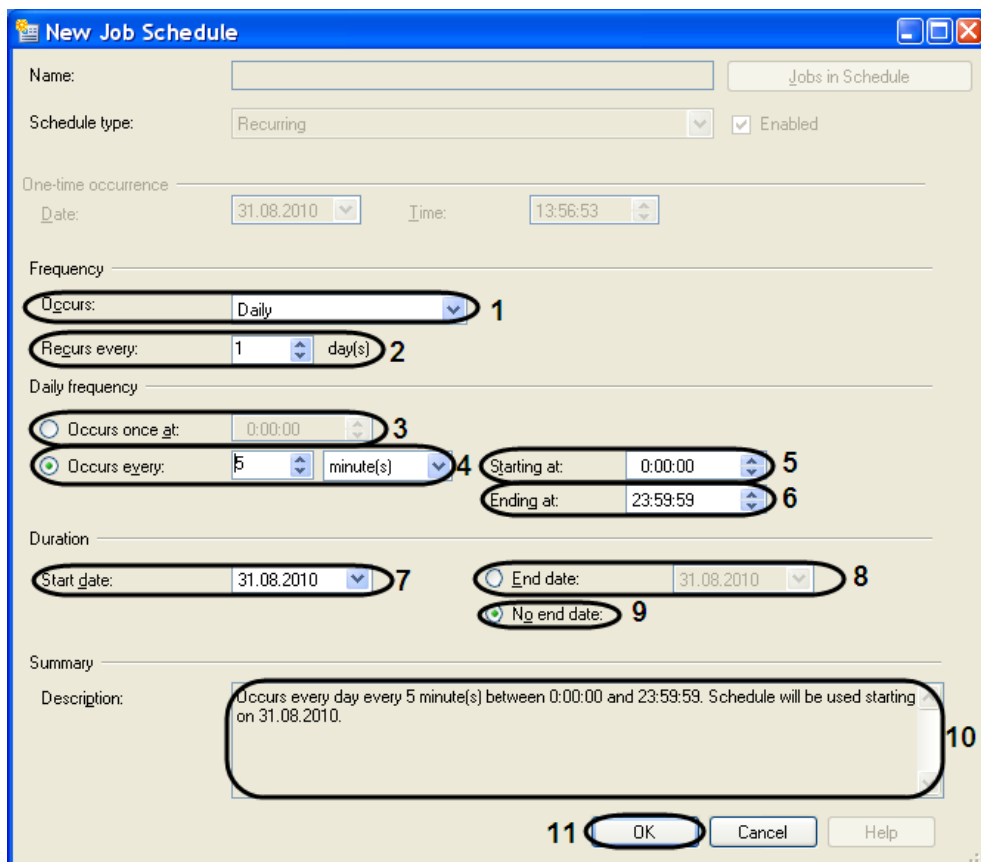

Рис. 11.3-20. Окно «New Job Schedule»
18.1. В результате выполнения данной операции будет открыто окно «New Job Schedule» (Рис. 11.3-20).
- 18.2. Выбрать значение частоты повторения расписания из раскрывающегося списка «Occurs:» (см. Рис. 11.3-20, 1).
- 18.3. Выбрать значение повторения расписания с помощью стрелок «вверх»-«вниз» поля «Recurs every» (см. Рис. 11.3-20, 2).
- 18.4. Установить переключатель в положение «Occurs once at» или «Occurs every» (см. Рис. 11.3-20, 3-4). И выбрать значение частоты ежедневных повторений с помощью стрелок «вверх»-«вниз».
- 18.5. В том случае если переключатель установлен в положении «Occurs every», то необходимо выбрать время начала и окончания ежедневных повторений в полях «Starting at» (см. Рис. 11.3-20, 5) и «Ending at» (см. Рис. 11.3-20, 6).
- 18.6. В поле «Duration» указать дату начала «Start date:» выполнения расписания (см. Рис. 11.3-20, 7).
- 18.7. Установить переключатель в положение «End date:» (см. Рис. 11.3-20, 8) или «No end date:» (см. Рис. 11.3-20, 9), означающую дату окончания выполнения расписания.
- 18.8. В текстовом поле «Description» будут описаны все изменения относительно расписания (см. Рис. 11.3-20, 10).
- 18.9. Для сохранения внесенных изменений нажать кнопку «OK» (см. Рис. 11.3-20, 11).